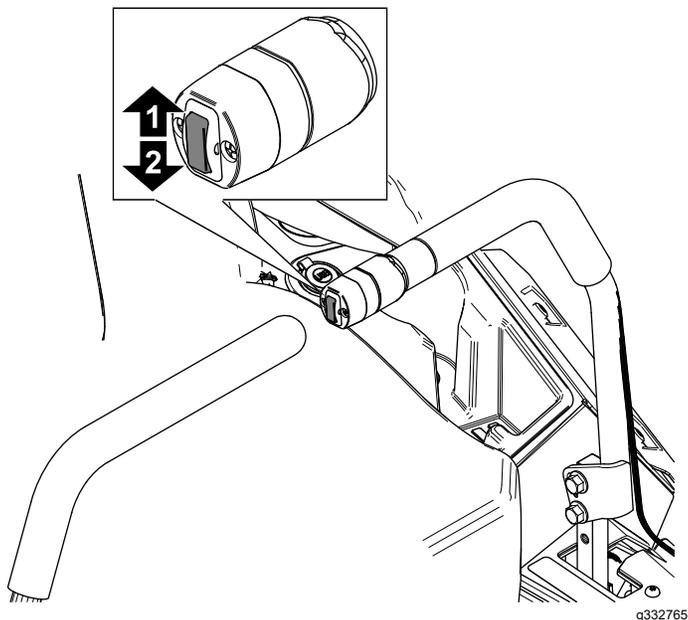

Рисунок 31
1. Нажмите на верхнюю часть переключателя подъема деки (Рисунок 31).